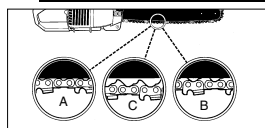

Fig. 6
ATENȚIE: Atunci când lanțul ferăstrăului este **PREAPUTIN** sau **FREAMULT** tensionat dinți, șina, lanțul și lagărul arborelui cotit se uzează mai repede. Fig. 6 vă informează în legătură cu tensionarea corectă rece (A) și tensionarea caldă (B) și servește drept indicație pentru alte reglări ale lanțului ferăstrăului (C).